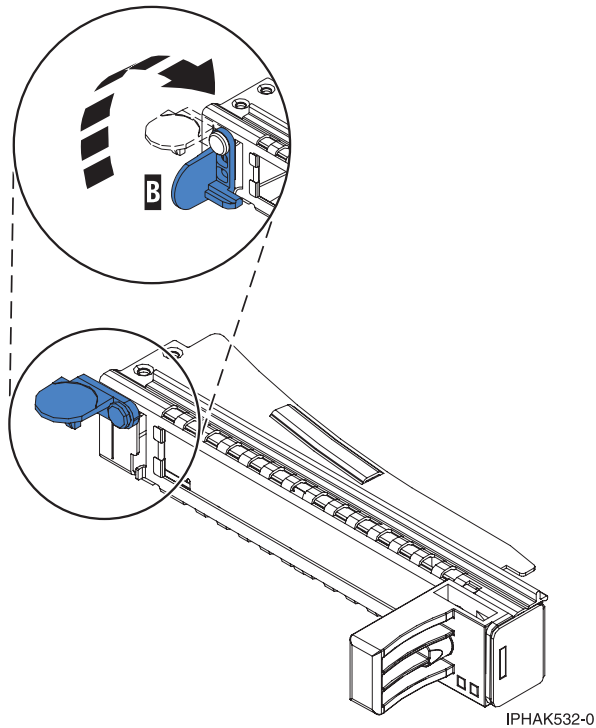

Abbildung 6. Kassettenhalteklemme öffnen
- a. Um den Haltesteg des Platzhalterelements zu entriegeln, drehen Sie die Verriegelung **(B)** am Haltestegende der Kassette wie in Abb. 6 auf Seite 7 dargestellt.